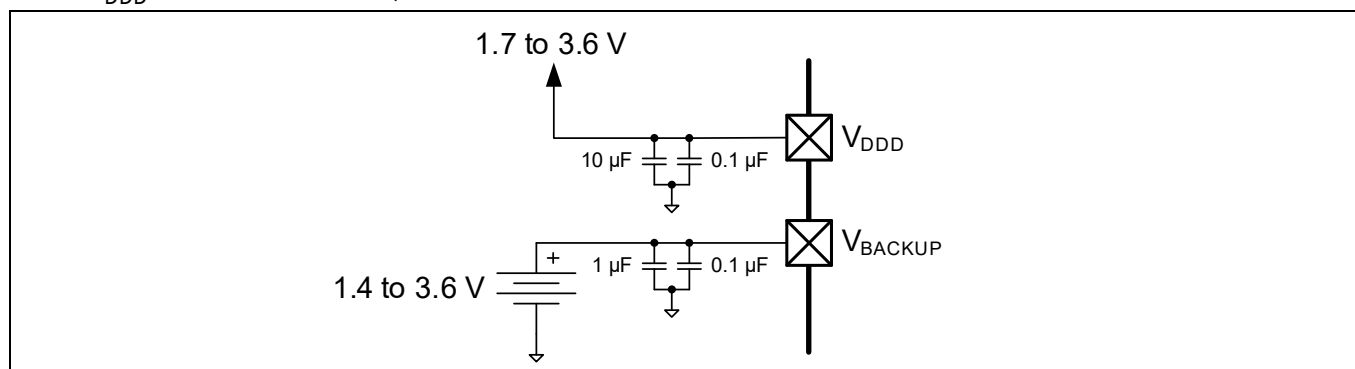

Figure 15 V_{BACKUP} への個別のバッテリー接続
- V_{BACKUP}: 32 kHz WCO と RTC を含むバックアップドメインの電源。Figure 15 に示すように、バッテリーまたはスーパーキャパシタのバックアップ用に、1.4 V の低電圧の別電源にもできます。それ以外の場合は、V_{DDD} に接続されます。I/O ポート 0 に電力を供給します。